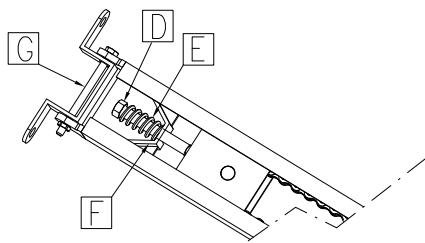

Abb. 5
- Die Feder E einführen und mit ihrer Mutter D blockieren. Dann das Detail G mit Schraube und M8 Mutter montieren (Abb. 5)